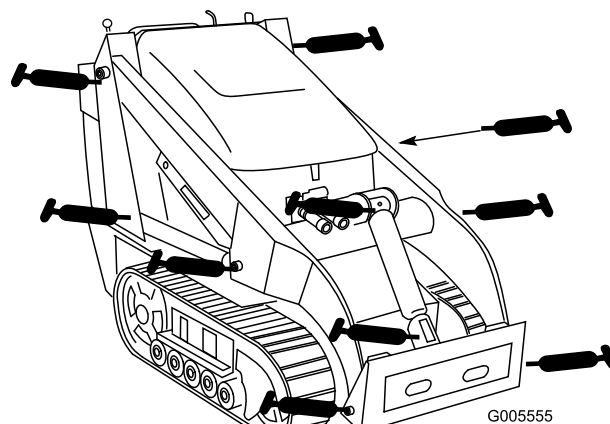
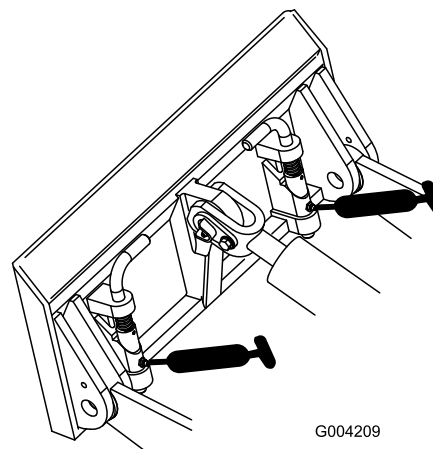

Figure 23
Figure 24
3. Raccordez une pompe à graisse à chaque graisseur (Figure 23 et Figure 24).